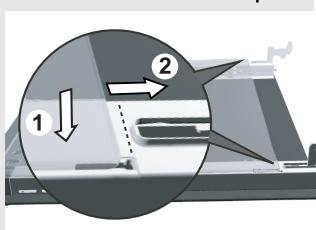

рис. 3
Для включения пиролитической очистки нажмите сенсор [P] (R) (рис. 1). По умолчанию установлен режим P2. На температурном дисплее I отобразится P2 (рис. 2), на дисплее D отобразится соответствующая продолжительность очистки «2.00» (рис. 3).
- Вставьте стекло в паз в верхней части дверцы и продвиньте вперед (рис. 3).